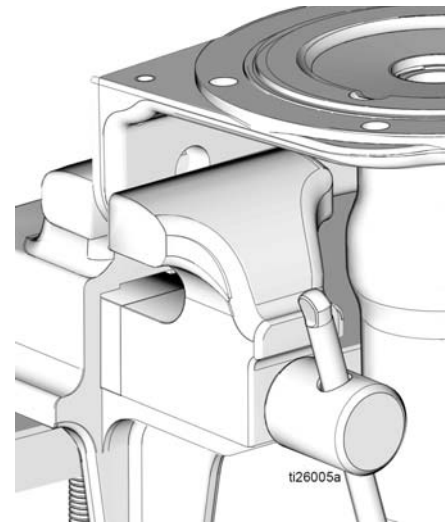

图 24
17. 将泵底座 (1) 重新放置在老虎钳上，如图 24 所示。